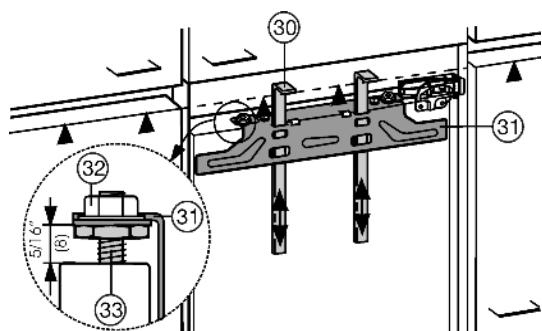

Fig. 21
- ▶ Pousser les gabarits de montage Fig. 21 (30) vers le haut à hauteur de la porte du meuble. Arête inférieure ▲ du gabarit de montage = arête supérieure de la porte de meuble à monter.
- ▶ Dévisser la traverse de fixation Fig. 21 (31) sur les contre-écrous Fig. 21 (32).